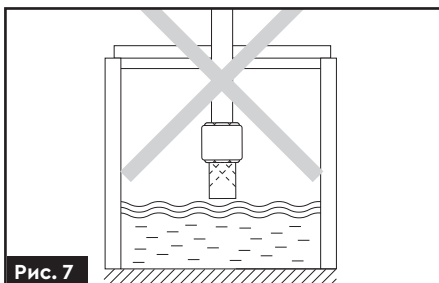

Рис. 7
- Зворотний клапан з фільтром грубого очищення не має бути на рівні або вище за дзеркало води (**рис. 7**).
- Для запобігання потрапляння піску і каміння в насосну частину, встановіть зворотний клапан з фільтром грубого очищення, вертикально на відстані 30 см від дна водного резервуару (**рис. 7**).